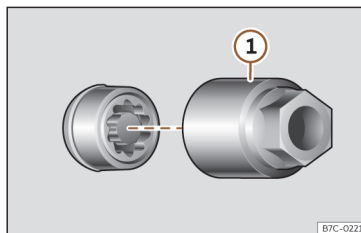

Fig. 234 Boulon antivol de roue avec capuchon et adaptateur.
- Encastrez l'adaptateur spécial >>> **fig. 234 ①** (outillage de bord >>> page 338) sur le boulon de roue antivol jusqu'à la butée.